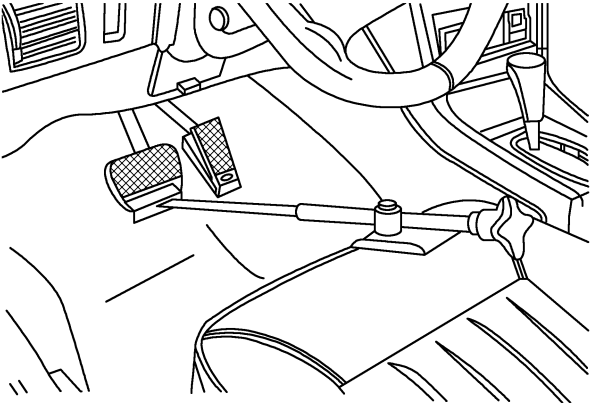

图 3-2-6 将制动踏板加载装置 V. A. G1869/2
3) 将制动踏板加载装置 V. A. G1869/2 装在制动踏板和驾驶员座椅之间，如图 3-2-6 所示。推压制动踏板至少 60mm，将排气瓶软管连接到左前和左后制动钳排气螺栓上，旋松排气螺栓，这样可卸除液压单